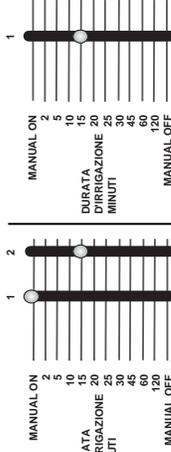

ABB. 14: Manuelle Bewässerung durch Station 1 mit Hilfe des Schiebeschalters
- Schieben Sie den Bewässerungsdauer-Schalter zuerst in die Position **MANUALE ON** (Manuell Ein) (ganz nach oben) und dann zurück in eine beliebige Zeitdauerposition. Wenn Sie z. B. wollen, daß eine bestimmte Station 15 Minuten lang sprengt, schieben Sie den Schalter in die Position **MANUALE ON** (Manuell Ein) und dann zurück in die 15-Minuten-Position [siehe Abb. 14].